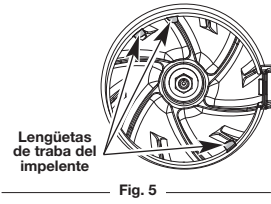
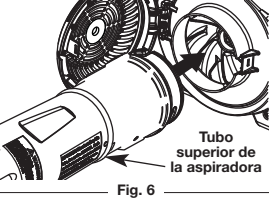

Fig. 5
Fig. 6
2. Con la puerta del impelente abierta, alinee las tres (3) ranuras del tubo superior de succión con las tres (3) lengüetas de traba en la toma de aire del impelente (Fig. 5). Inserte el tubo superior de succión en la toma de aire del impelente y gírelo en sentido de las manecillas del reloj hasta que las lengüetas de traba caigan en su lugar y traben (Fig. 6).